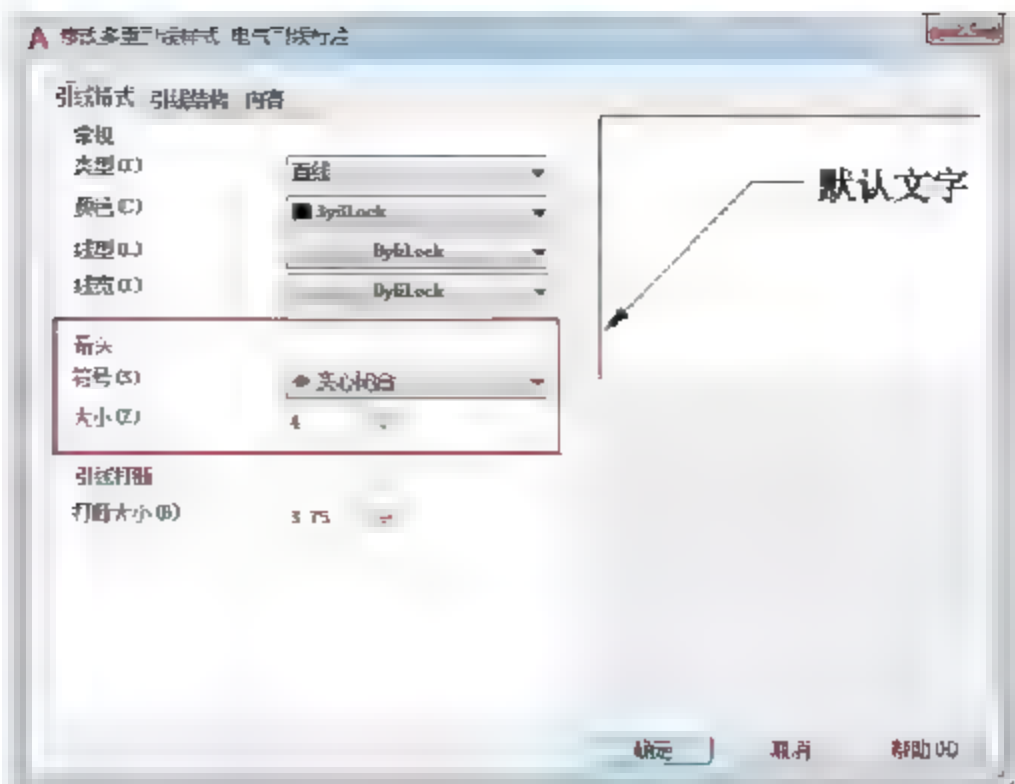

图5-88 【引线格式】选项卡
- 03 单击【继续】按钮，进入【修改多重引线样式:电气引线标注】对话框，选择【引线格式】选项卡，选择【符号】样式为【实心闭合】，设置【大小】为4，如图5-88所示。